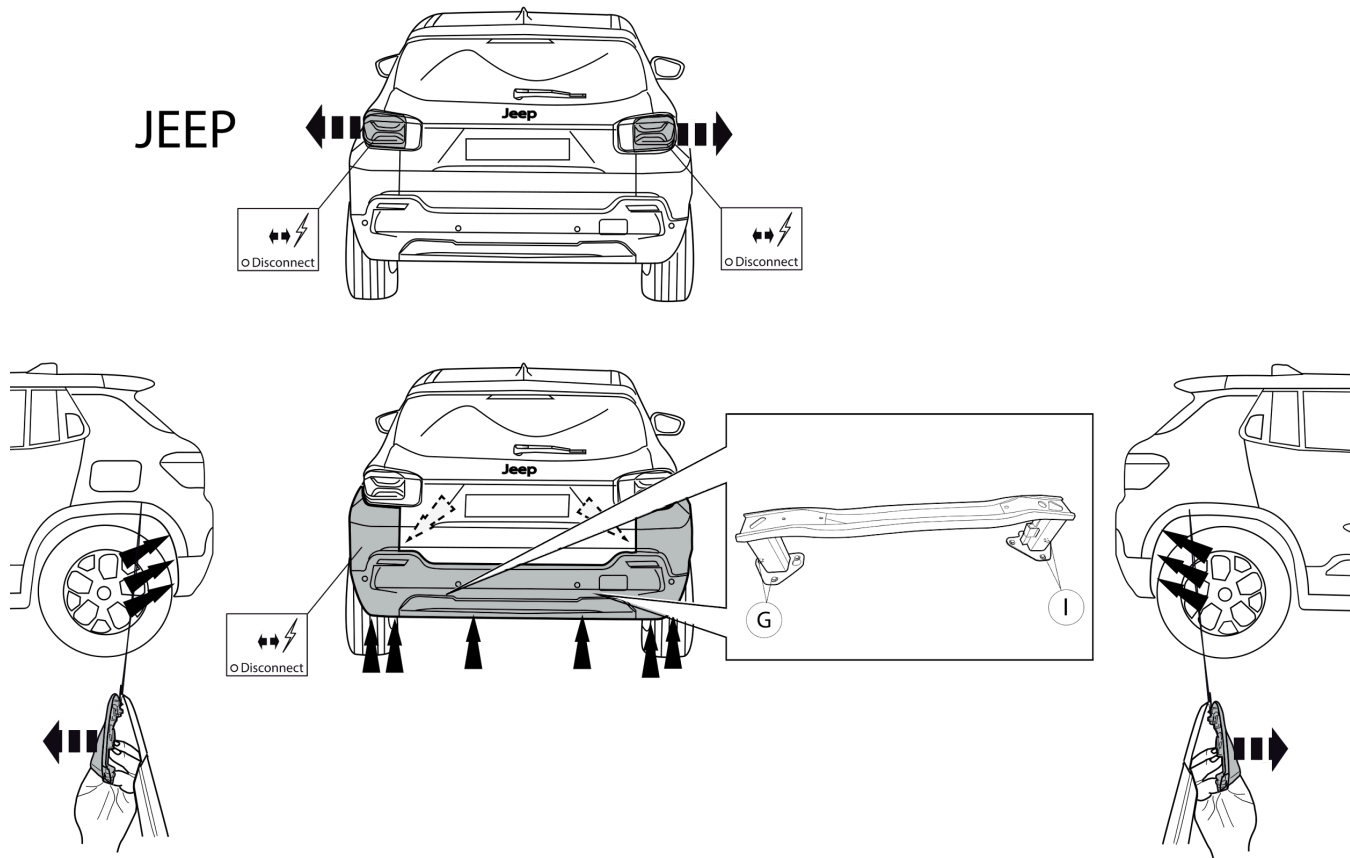

Fig. 1
1. Снять бампер. См. рисунок 1, 2, 3 & 4.